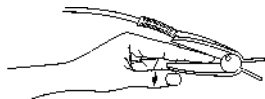

Рис. 3-2. Размещение датчика.
- Выбирайте подходящий датчик в зависимости от его типа и размеров. Подсоедините датчик к надлежащему участку пальца пользователя, как показано на Рис. 3-2.